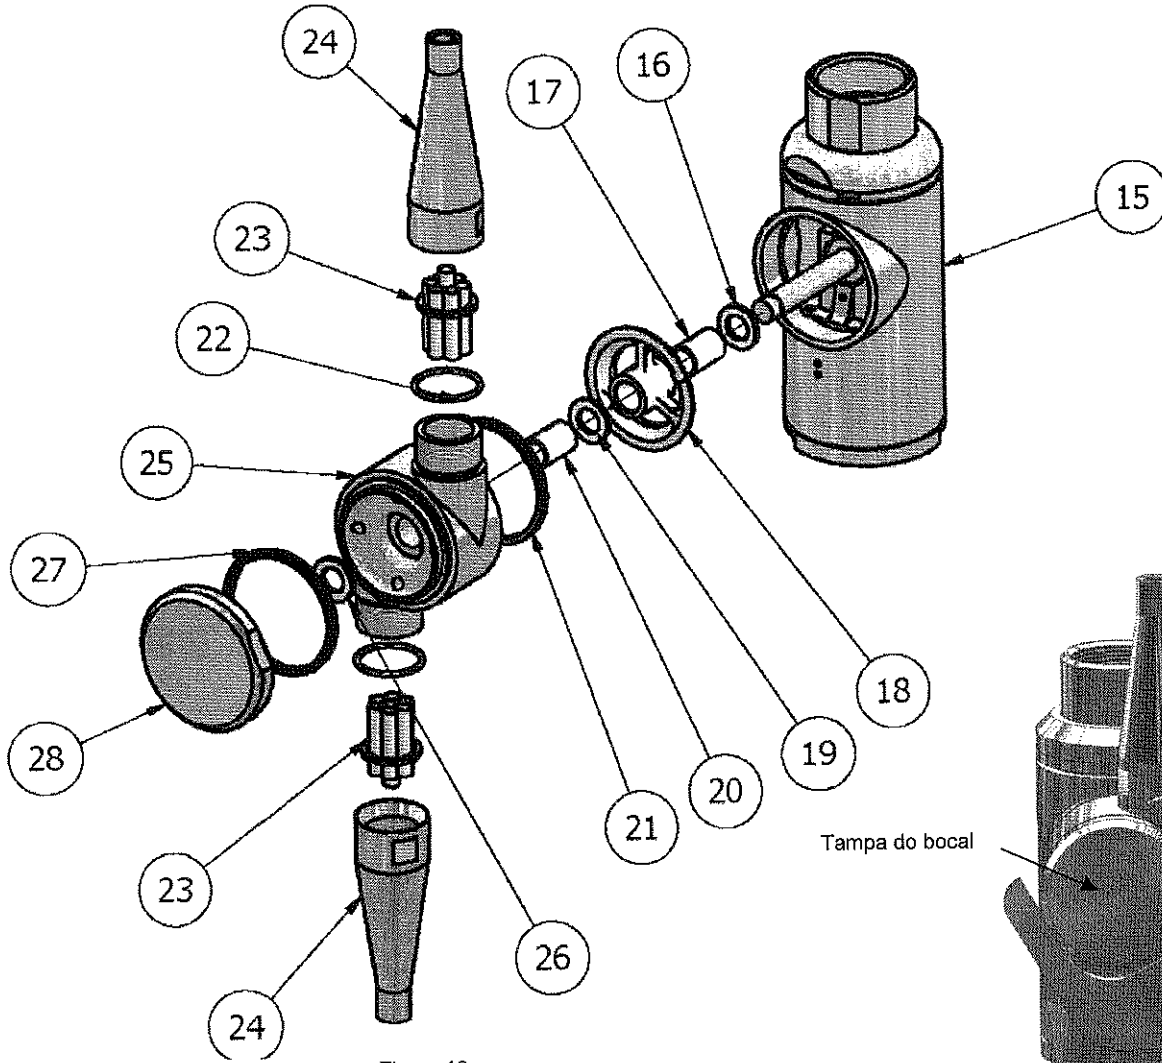

Figura 18
- a. Se um corpo estranho penetrou na máquina e passou através do corpo, ele pode ter se alojado nas engrenagens cônicas, peças das posições 12.6 e 17. Para verificar essas áreas, consulte a Figura 18 para obter instruções sobre a remoção do cubo. Tenha o cuidado de examinar as engrenagens e assegure que não haja danos que possam impedir a operação.